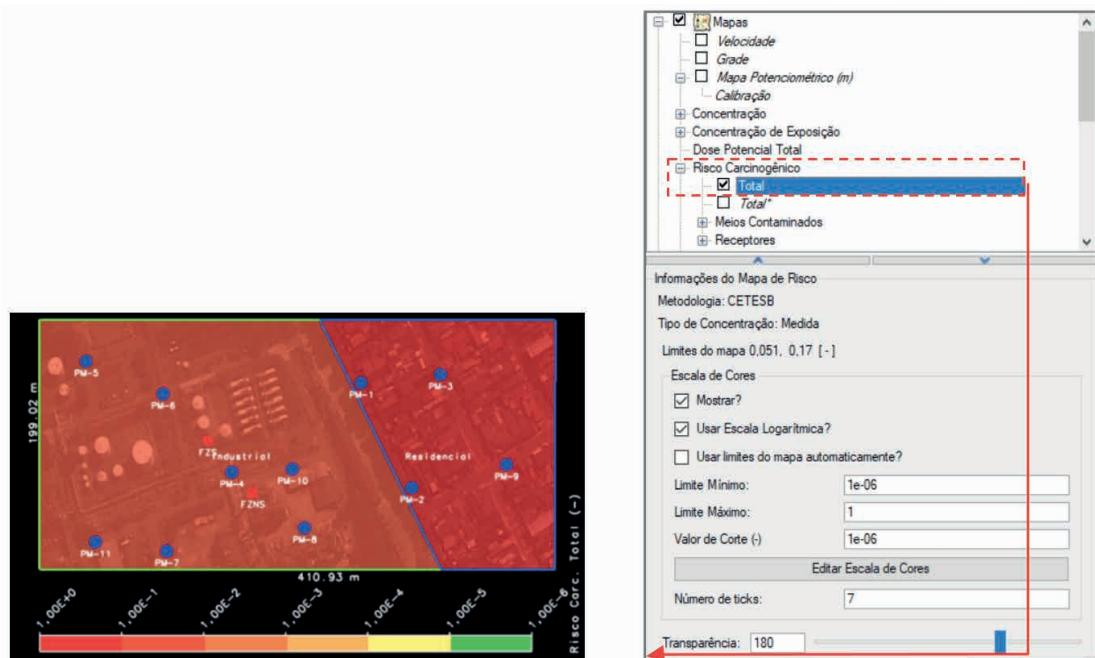

Figura 2.155 Exemplificação do Mapa de Risco Carcinogênico Total.
- *Mapas de Risco Carcinogênico e Não Carcinogênico*: os mapas gerados a partir do cálculo do risco à saúde humana incluem: *Total* (carcinogênico e não carcinogênico, considerando múltiplas rotas de substâncias químicas), *Meios Contaminados* (múltiplas rotas e substâncias químicas) e *Receptores* (múltiplas rotas e substâncias químicas). Abaixo são exemplificados alguns mapas de risco (carcinogênico) calculados a partir de concentração medida e simulada (Figura 2.155).